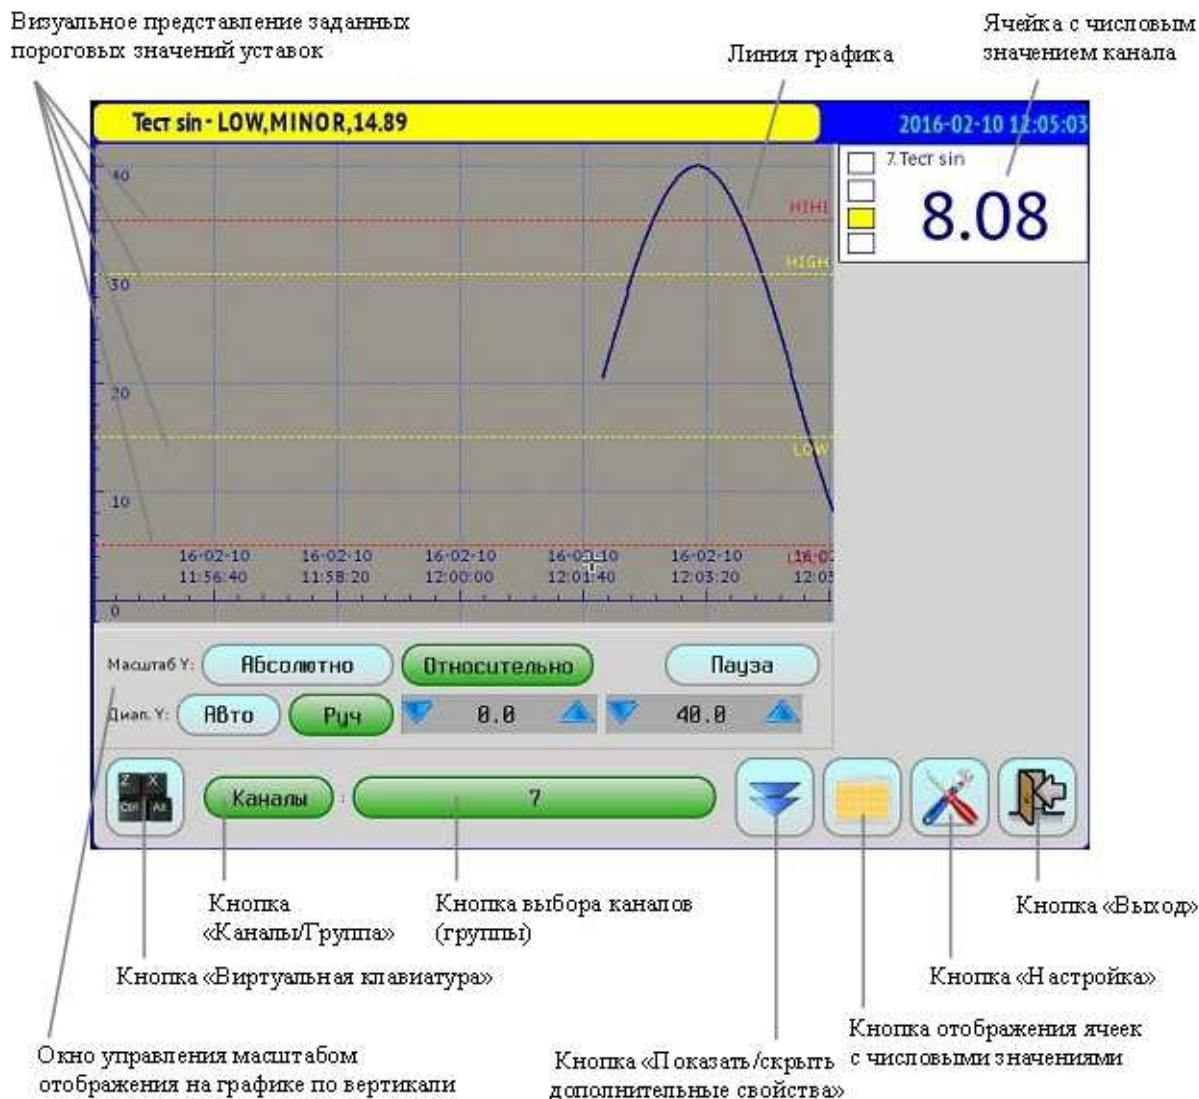

Рисунок 13 - Окно график, отображение одного канала
- один канал, с отображением заданных значений уставок в виде пунктирных линий красного и желтого цвета (Рисунок 13);
Кнопкой «Каналы/Группа» (Рисунок 13, Рисунок 14) задается режим отображения соответственно либо каналов, либо группы. Для выбора каналов (группы) нужно нажать соседнюю кнопку и в появившемся окне выбрать каналы (группу) для отображения на графике.